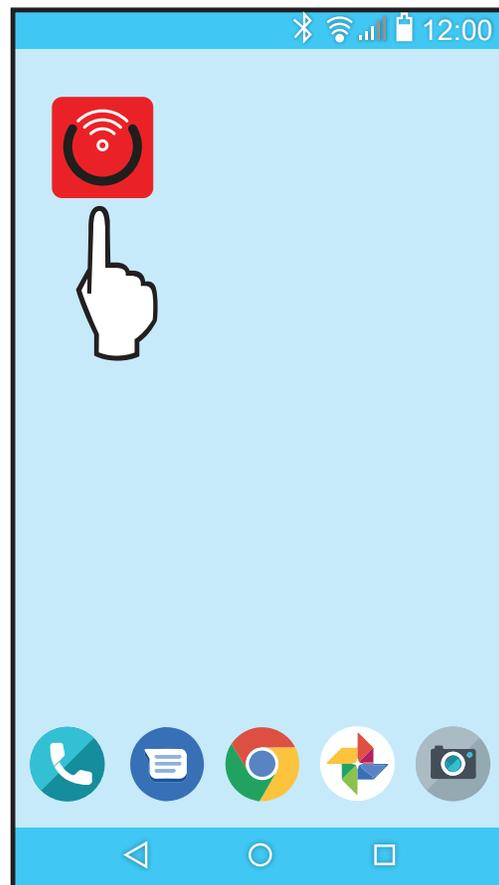

Figure 70. Rechercher l'icône de l'application mobile Raymote
2. Recherchez l'icône de l'application mobile Raymote sur votre appareil. Voir Figure 70.